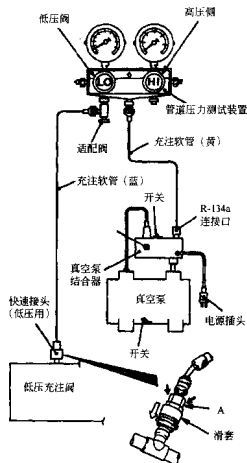
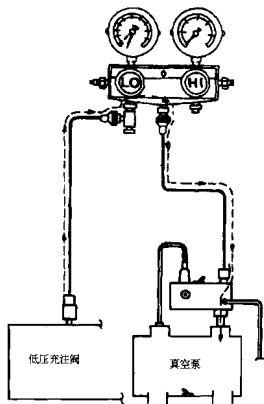
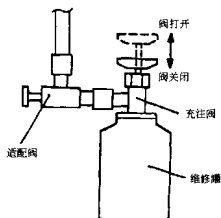
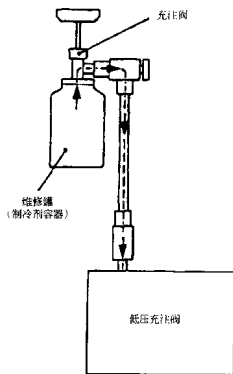

图 18-2
图 18-3
图 18-4
图 18-5
6. 制冷剂充注 (见图 18-2、图 18-3、图 18-4、图 18-5)